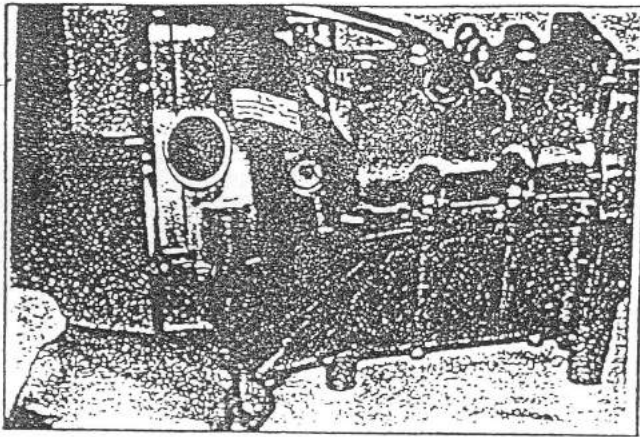

Fig. 13-5-1
- 4) Desmonte los pernos que mantienen unidas las dos mitades superior e inferior, separe ambas y extraiga el conjunto de eje principal. Para separar ambas cajas, se podría apalancar con una barra de acero de forma similar a un destornillador, según se observa en la Fig. 13-5-1. Para evitar daños, no inserte excesivamente la barra entre ambas caras.